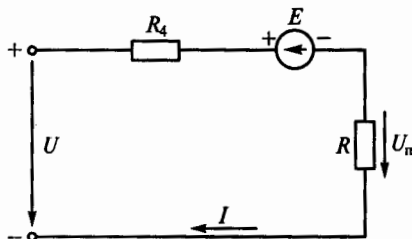

Рис. 279
**Решение 1.48.** Упростив рис. 34, получим схему, показанную на рис. 279, и найдем сопротивление  $R$  параллельного участка цепи: